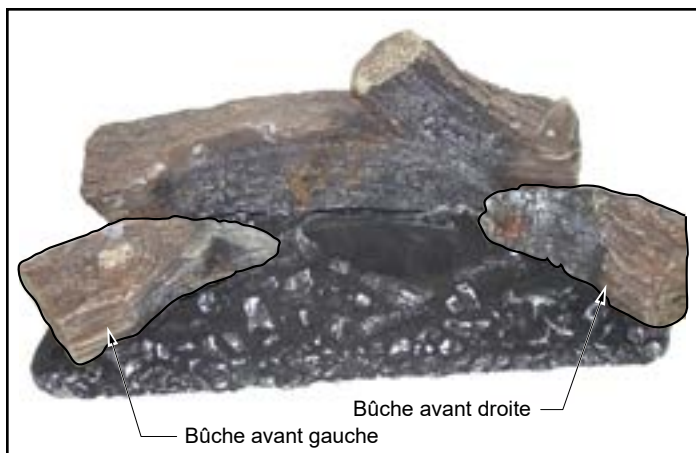

Figure 3.24 – Bûches avant
Avant de commencer à installer les bûches, retirez la façade et le cadre de vitre. Consultez les figures 3.24 et 3.25.
3. Installez les bûches avant droite et gauche (figure 3.24) en les plaçant sur les nervures indiquées à la figure 3.23. Assurez-vous que les bûches sont alignées avec les endroits plats sur le lit de braises prévus pour l'emplacement (figure 3.24).